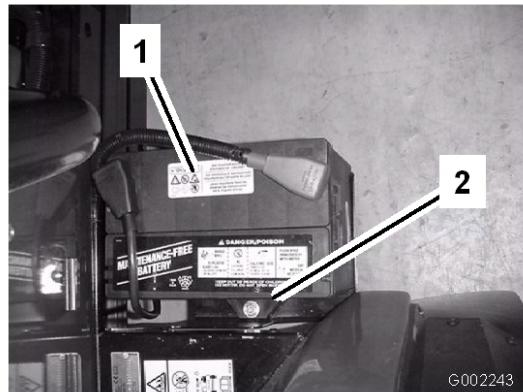

図 46
2. バッテリー・リテーナと固定金具を外す(図 46)。
3. バッテリー押さえを元通りに取り付ける(図 46)。